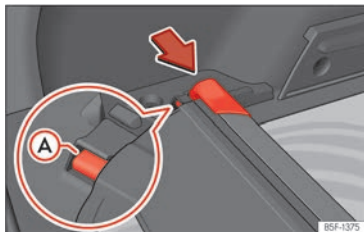

Abb. 186 Im Gepäckraum: Aufnahme zum Verstauen der aufrollbaren Abdeckung.
- Drücken Sie den Kopfteil der aufrollbaren Abdeckung in Pfeilrichtung, bis diese in der vorgesehenen Aufnahme einrastet >>> **(Abb. 186)**. Stellen Sie sicher, dass das Gleitstück **(A)** in der entsprechenden Aufnahme einrastet.